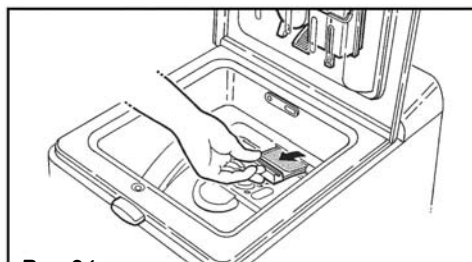

Рис. 24
- Удалите фильтр из его гнезда, вытягивая по направлению к себе (Рис. 24).